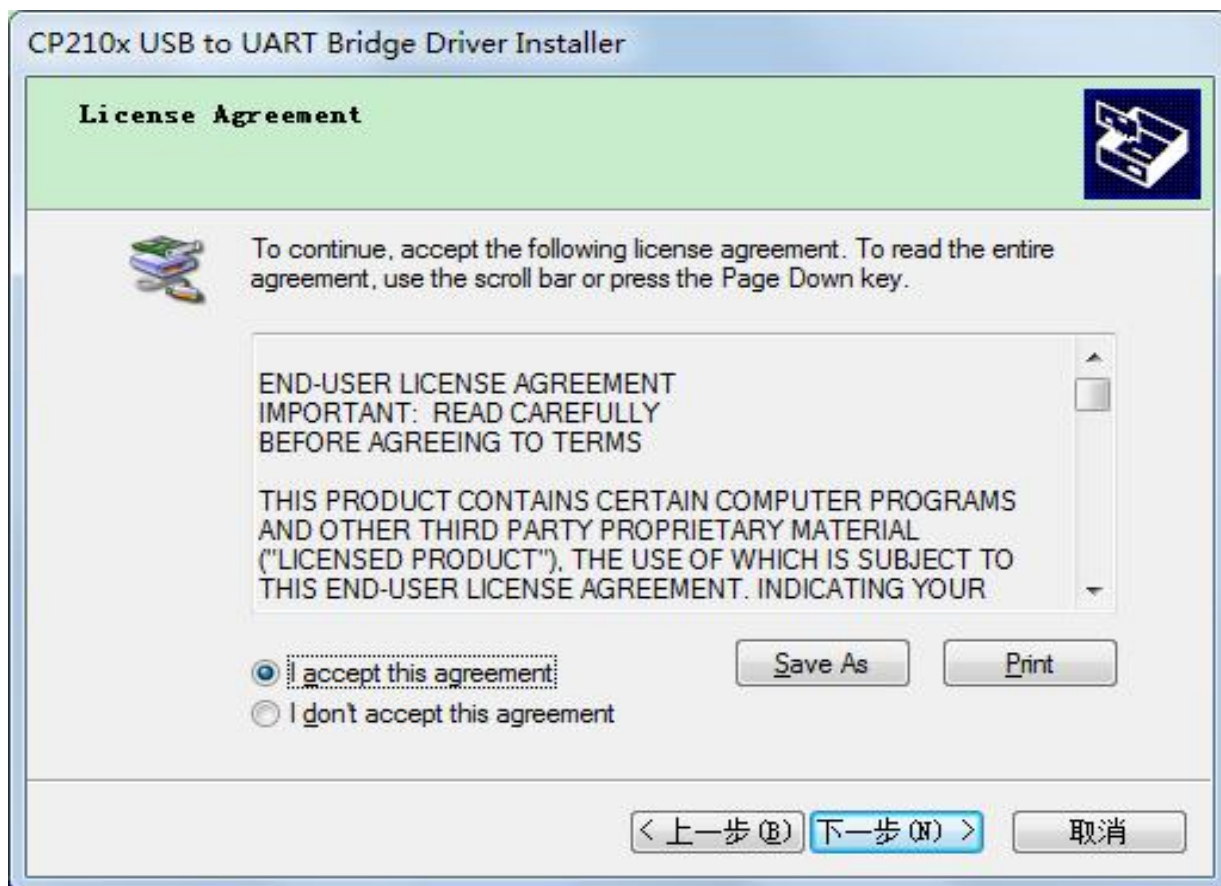

图 4-7 协议选择窗口
- 6) 点击图 4-5 中的“关闭”按钮完成机芯软件安装，然后点击图 4-6 中的“下一步”按钮进行 USB 驱动的安装。此时会弹出协议的选择窗口，如图 4-7 所示。